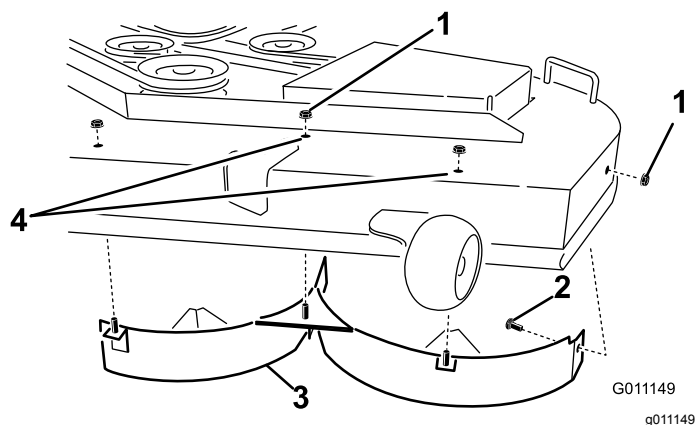

Figure 33
6. Retirez les trois contre-écrous (5/16") fixés aux montants soudés du déflecteur gauche sur le dessus du plateau de coupe, au centre, à gauche du centre et à gauche (Figure 33). Sur la paroi latérale du plateau de coupe, retirez le boulon de carrosserie et le contre-écrou qui fixent le déflecteur gauche au plateau.
7. Déposez le déflecteur gauche du plateau de coupe, comme montré à la Figure 33.
8. Trouvez les deux boulons dans les pièces détachées et utilisez les contre-écrous existants. Placez ces fixations dans les trous du plateau de coupe (voir Figure 33) pour éviter la projection de débris. Montez le boulon en passant par le dessous du plateau de coupe et fixez-le au-dessus avec un contre-écrou existant.